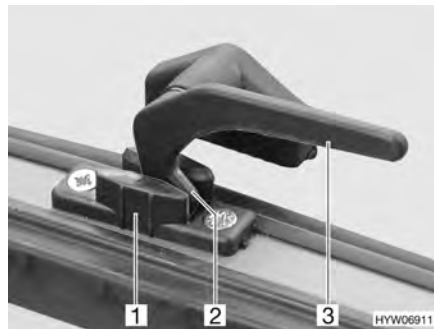

Fig. 57 Leva di serraggio in posizione "Aerazione continua"
- In posizione di "Aerazione continua" (Fig. 57)
- Ruotare la leva di serraggio (Fig. 57,3) di un quarto di giro verso il centro della finestra.
- Ruotare la leva di serraggio di un quarto di giro verso il telaio della finestra. Riportare contemporaneamente il nasello di chiusura (Fig. 57,2) nella rientranza della chiusura della finestra (Fig. 57,1).